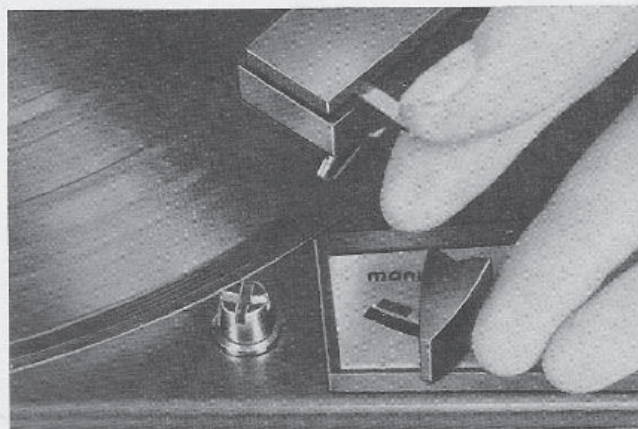

Fig. 5
a) Heben Sie den Tonarm ab und schieben Sie die Steuertaste auf „manual“ (Fig. 5).